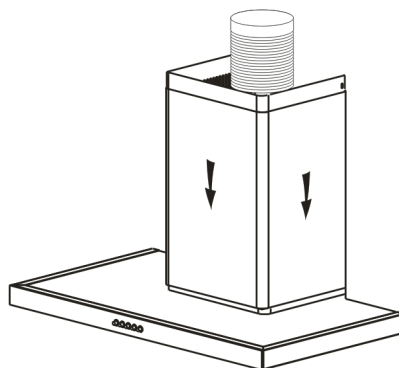

fig. 7
- Posez les 2 cheminées sur la hotte (fig. 7).
- Posez la cheminée composée de 2 parties sur la hotte (fig. 7).